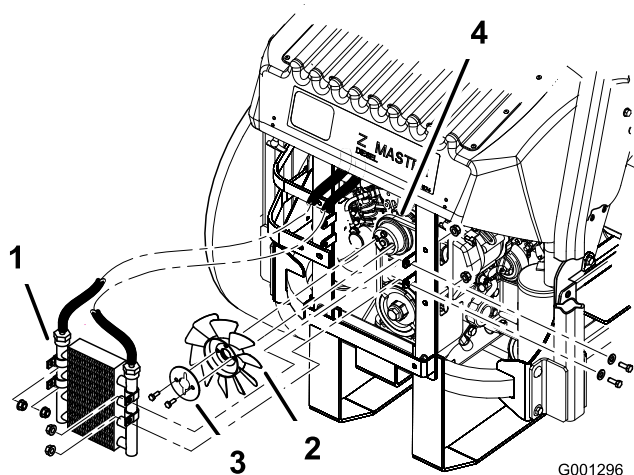

Figura 64
5. Retire los 4 pernos que sujetan el enfriador de aceite y coloque el enfriador de aceite en un lado (Figura 64).
6. Retire los 2 pernos que fijan el ventilador y el disco del ventilador a la máquina (Figura 64).
10. Instale el ventilador y el disco del ventilador en la máquina con los 2 pernos que retiró anteriormente (Figura 64).
11. Instale el enfriador de aceite con los 4 pernos que retiró anteriormente (Figura 64).